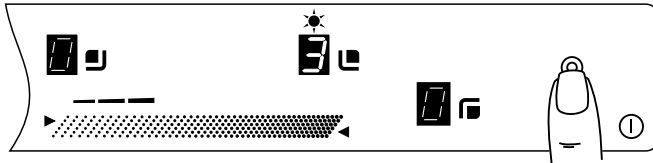

Рис.7
3. Коснуться зоны «8» (рис. 7). К нагреву основной подключится дополнительная зона конфорки и будет светиться точка индикации дополнительной зоны «9».